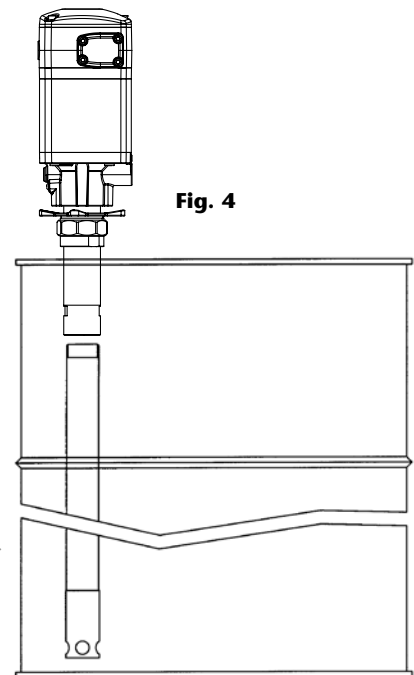

Fig. 4
- Montaje ajustable sobre bidón o cisterna con adaptador 360002. Rosque a la bomba el tubo prolongador correspondiente (ver fig. 4). Rosque la tuerca del adaptador ajustable a la tapa del bidón/cisterna. Inserte el tubo por la tuerca y fíjelo con la estrella a la altura deseada.